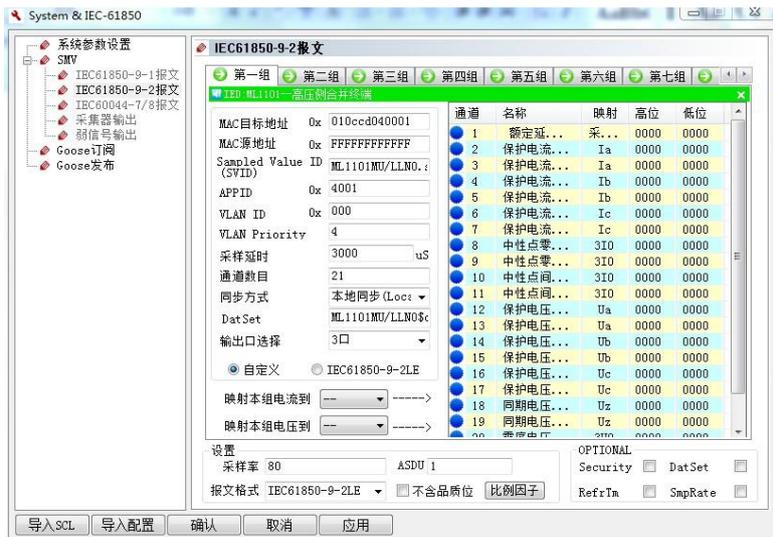
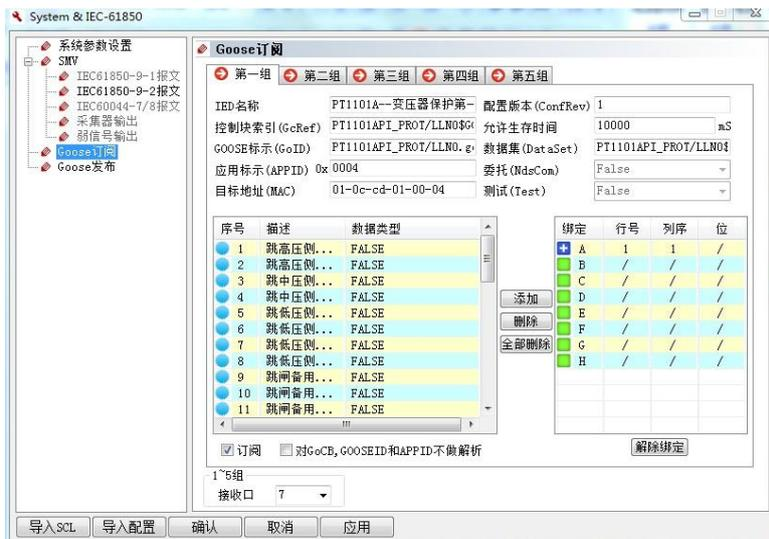
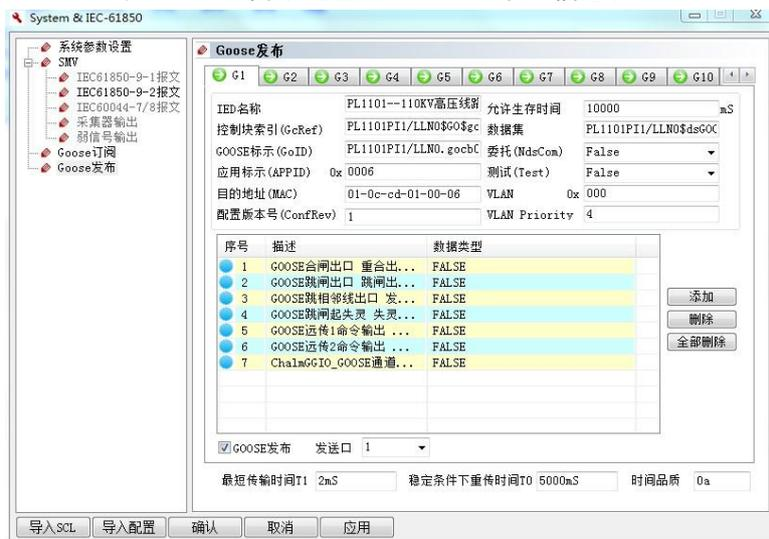

图 6-2-14 自动配置后采样报文界面
图 6-2-15 自动配置后 GOOSE 报文信息界面
图 6-2-16 自动配置后 GOOSE 发布界面
- 5) 点击确定后即完成了报文的自动配置。包括 SMV 如图 6-2-14、GOOSE 订阅如图 6-2-15、GOOSE 发布的设置如图 6-2-16
- 1) 在 Goose 控制块列表中选择 Goose 控制块，确定后如图 6-2-16 所示。